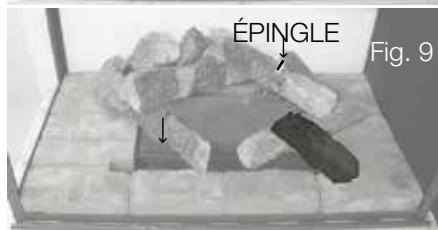

Fig. 10
11. Placez bûche #10 sur l'épingle en bûche #7, il devrait se reposer sur la centre de la base de protection à la côté gauche (**Fig.10**). Placez une épingle dans la bûche #1 (**Fig.10**).